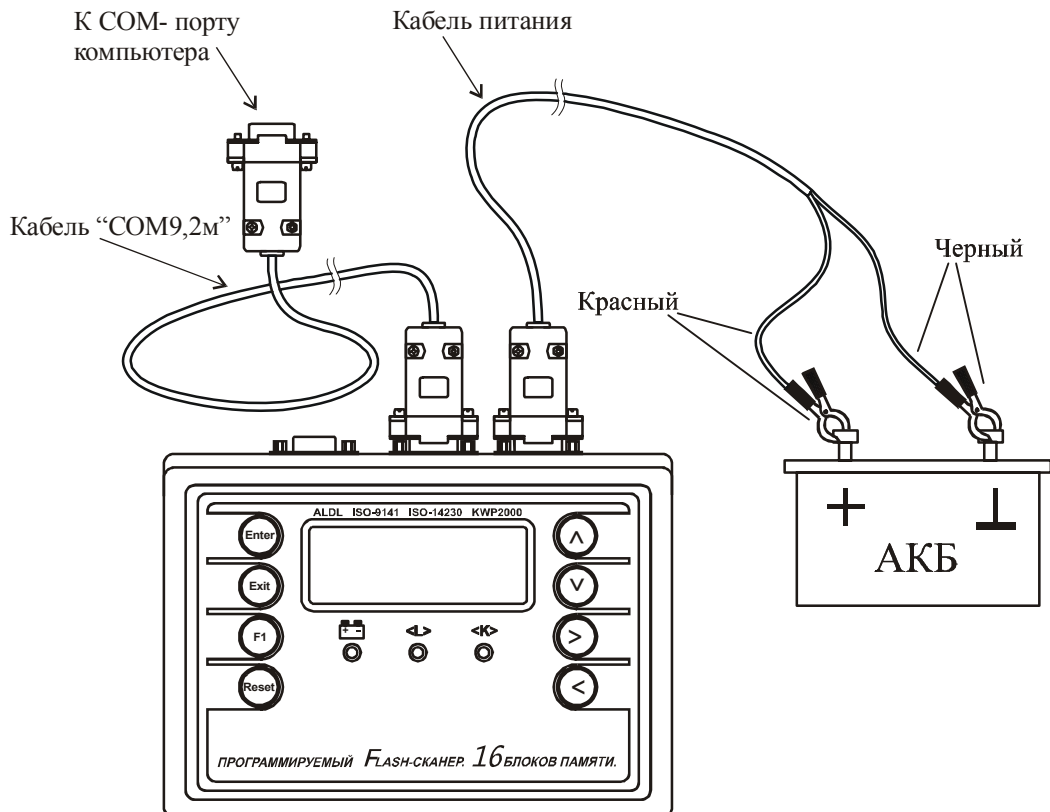

Рис. 9 Подключение прибора к ПК для программирования .
2. Подключите зажимы кабеля питания к автомобильному аккумулятору (+12В): (+) красный зажим, (земля) черный зажим. После подключения индикатор питания прибора должен загореться. На дисплее прибора отобразится название прибора и версия базовой микропрограммы, рис. 9;